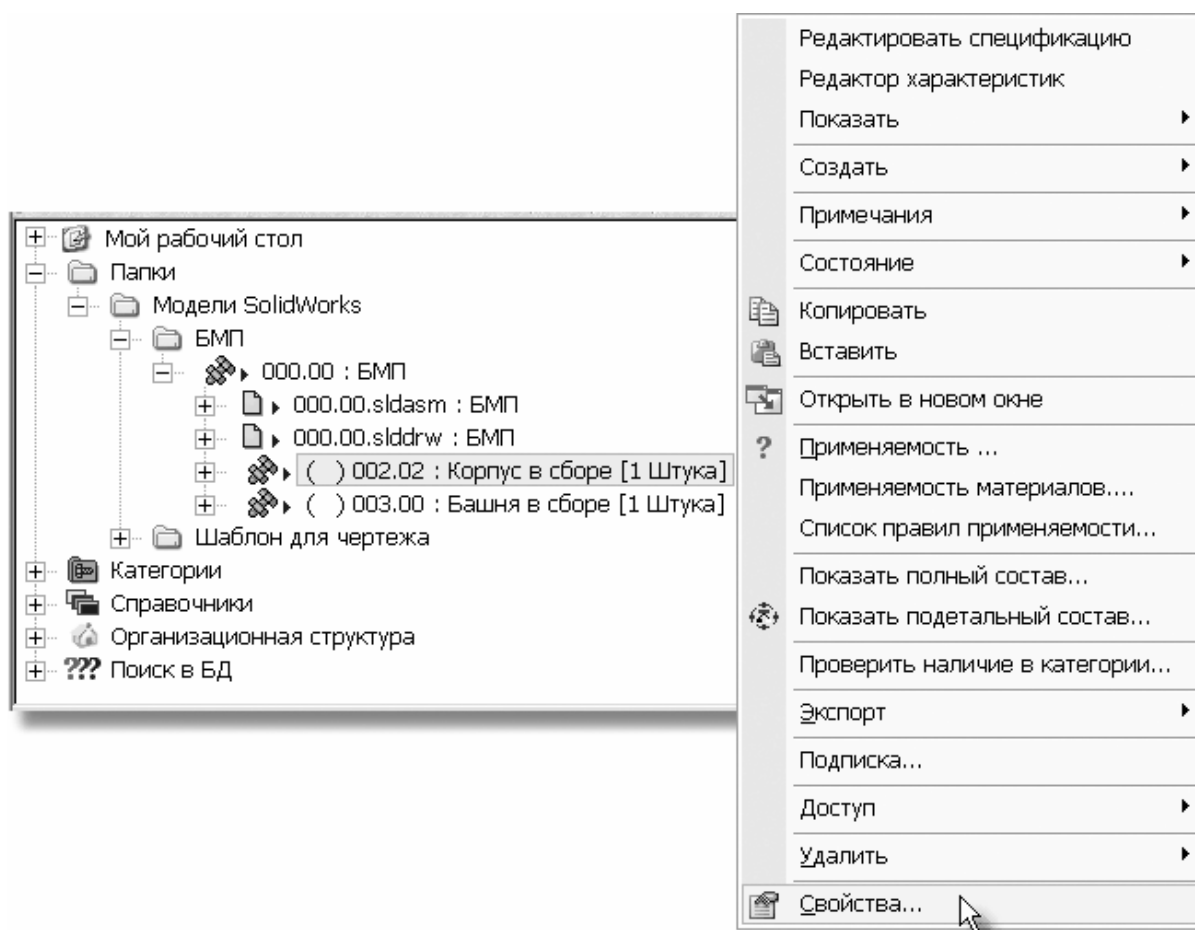

Рис. 84
1. Щелкните правой кнопкой мыши по названию модели «Корпус в сборе». При этом появится контекстное меню (Рис. 84).
2. В контекстном меню выберите пункт **Свойства** (Рис. 84). После этого откроется диалоговое окно **Изделие** (Рис. 85).